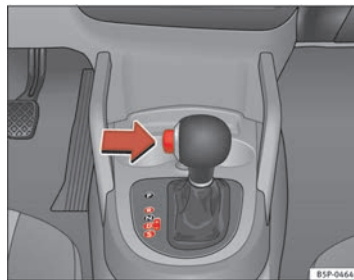

Abb. 146 Fahren
- Drücken Sie den Taster am Wählhebel (links am Wählhebel) ⇒ Abb. 146.